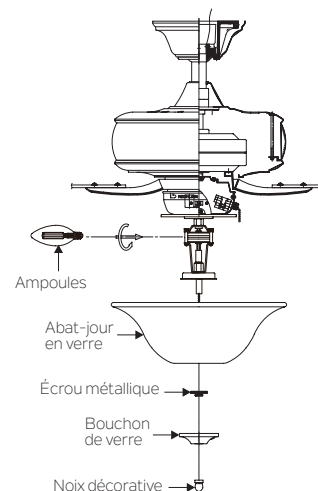

Fig. 18
Step 2. Retirez l'écrou décoratif, le capuchon en verre et l'écrou métallique du kit d'éclairage. Placez le verre sur la tige du kit d'éclairage, fixez-le à l'aide de l'écrou métallique (côté caoutchouc sur le dessus), du capuchon en verre et de l'écrou décoratif. (Fig. 18)